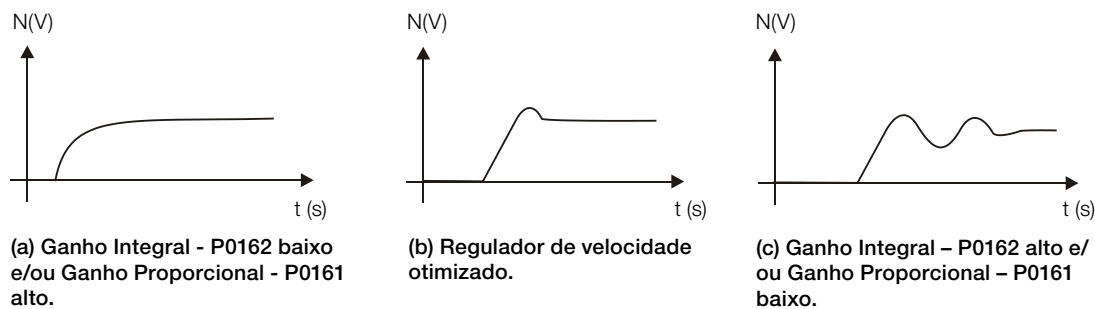

Figura 11.4: (a) a (c) Tipos de resposta do regulador de velocidade
- 6. Verifique dentre as opções da Figura 11.4 na página 11-14 qual a forma de onda que melhor representa o sinal lido.
7. Ajuste P0161 e P0162 em função do tipo de resposta apresentada na Figura 11.4 na página 11-14.